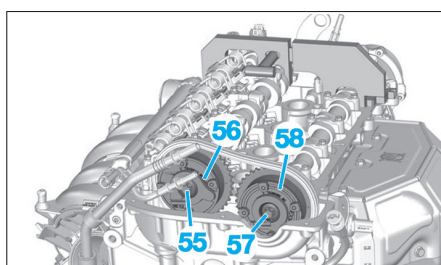

Fig. 23
- la vis de fixation (55) du pignon (56) (Fig.23),
- le pignon d'arbre à cames d'admission (56),
- la vis de fixation (57) du pignon (58),
- le pignon d'arbre à cames d'échappement (58).